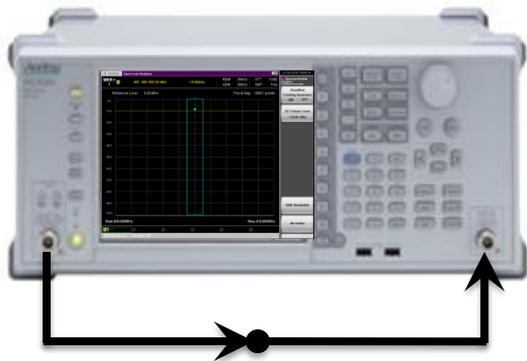

図1
■ 図1のように、校正用ケーブルを用意し、ノーマライズを実行します。